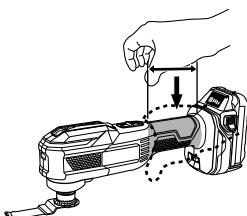

Fig. 1
3. Siempre sujeté la herramienta con firmeza con una mano en la carcasa (Fig. 1). No toque la parte de metal.